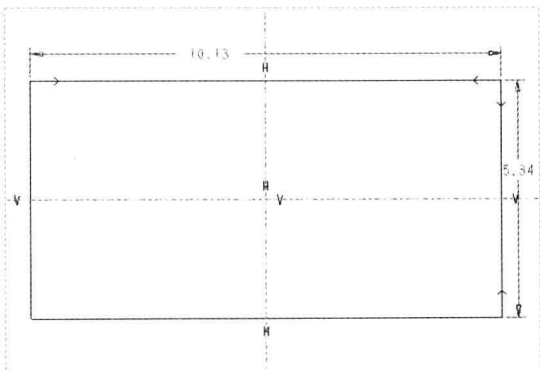

图 13-22 对称约束图形 2
Step 04 用与上同样的方法，使用“对称约束”命令，在绘图区依次选择右上方和右下方的端点，然后选择水平中心线，对称约束图形，如图 13-22 所示。